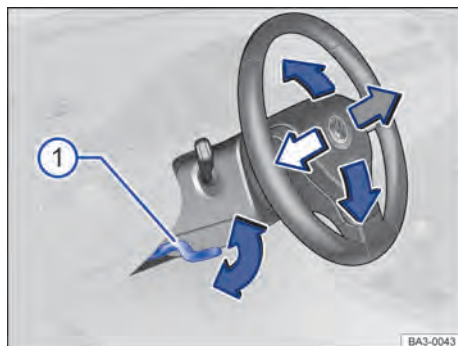

Fig. 59 Embaixo e à esquerda do volante junto com o revestimento da coluna de direção: alavanca de ajuste da posição do volante.
- Empurrar a alavanca para baixo segurando-a pelo seu manípulo → Fig. 59 ①.